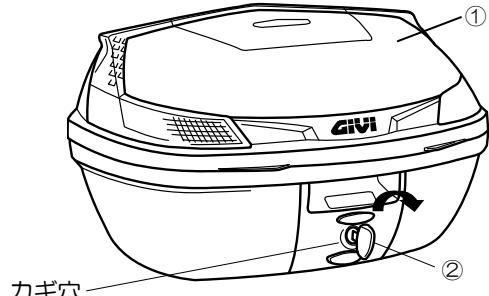

図 1
2. ①ケースを開く
2-1. ①ケースのカギ穴に②キーを差し込みます。 (図 1 参照)